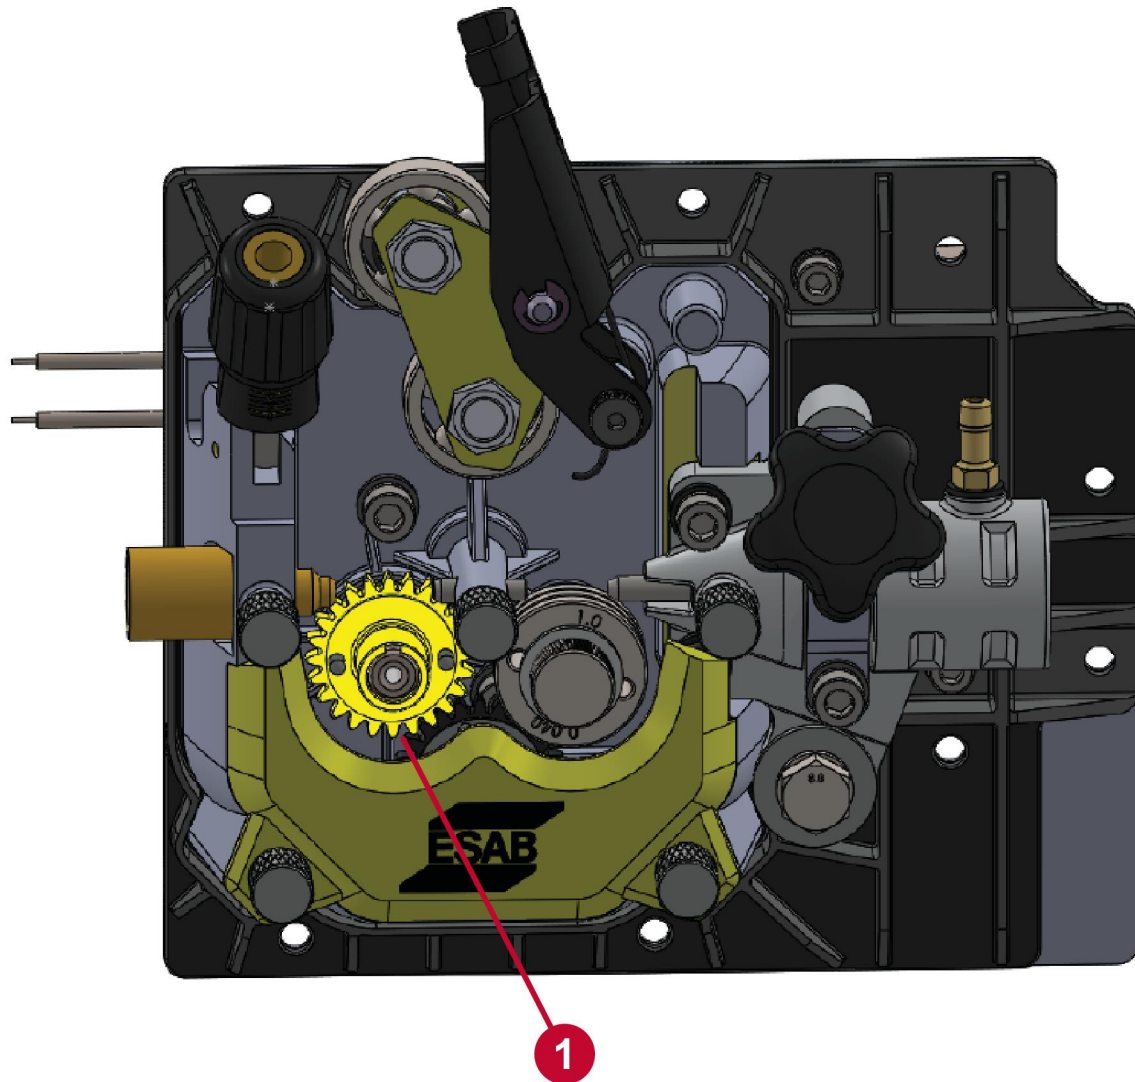

Figure 15. Pignon d'entraînement avec clavette demi-lune sur l'arbre du moteur
6. Retirez les vis de serrage des deux galets d'entraînement et glissez ces derniers pour les retirer de leur arbre (voir les figures 15 et 16).
Évitez de retirer le pignon d'entraînement (voir (1) dans la figure 15). (Risque de perdre la clavette demi-lune de l'arbre d'entraînement.)